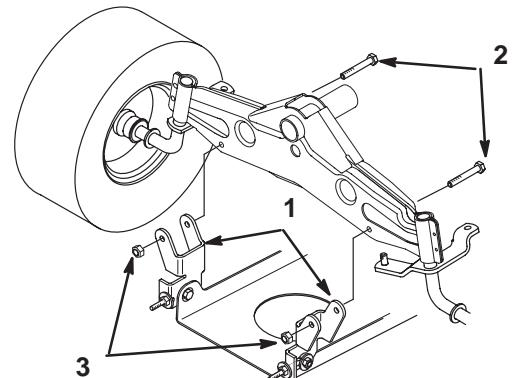

Bild 18
6. Entfernen Sie die Schrauben und Sicherungsmuttern und ziehen die zwei Schwenkhalterungen des Mähwerks von der Vorderachse herunter (Bild 18).